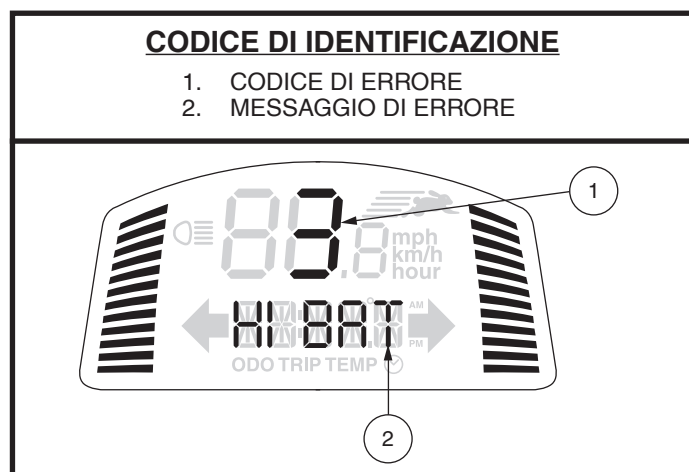

Figura 24. Visualizzazione del codice di errore
1. Sul display LCD verranno visualizzati un codice di errore diagnostico e un messaggio di errore (**Vedere figura 24**), **O**